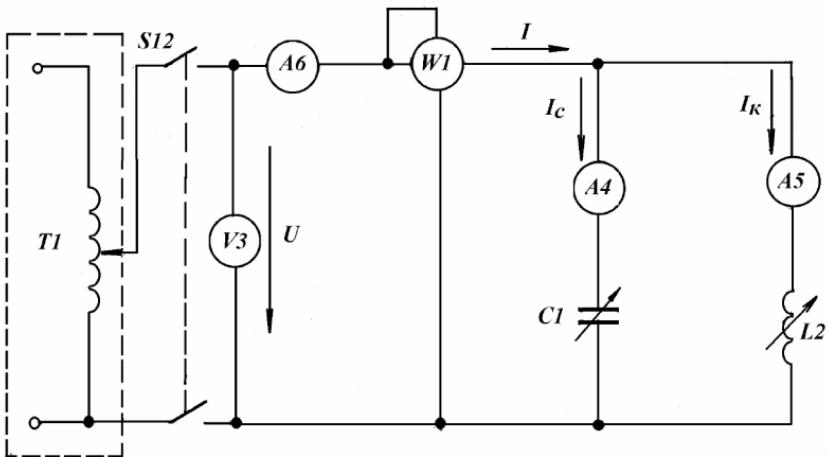

Рис. 5
1. Собрать электрическую схему (рис. 5) и предъявить ее для проверки преподавателю.